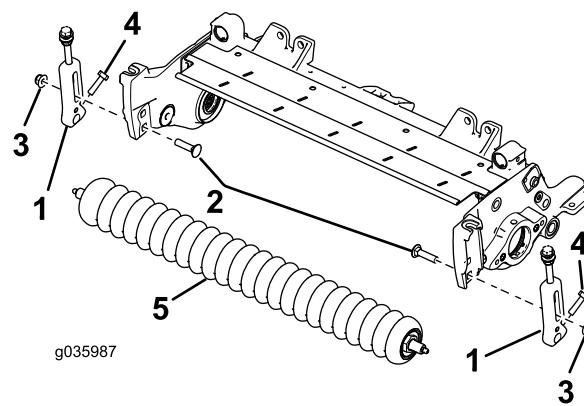

Figure 4
6. Retirez les boulons de carrosserie et les contre-écrous qui fixent les supports de hauteur de coupe aux plaques latérales de l'unité de coupe (Figure 4).
7. Desserrez les vis qui fixent les supports de hauteur de coupe à l'arbre du rouleau avant (Figure 4).
8. Déposez les supports de hauteur de coupe et le rouleau avant existants des plaques latérales de l'unité de coupe (Figure 4).